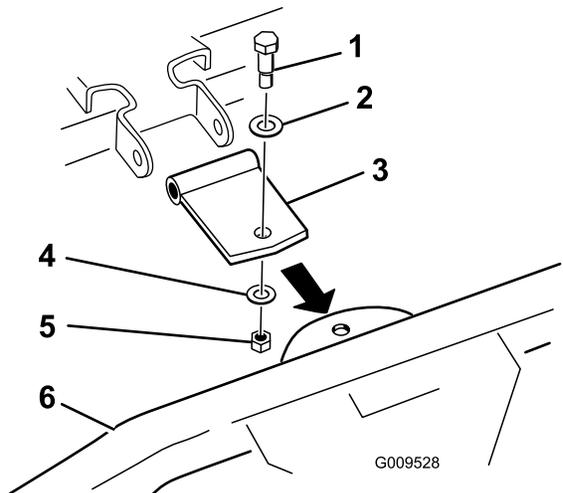

Figura 4
- Usate la staffa orientabile diritta, come indicato nella Figura 4, se la staffa all'estremità del rastrello dentato è rivolta verso il basso. Gettate la staffa orientabile curva.